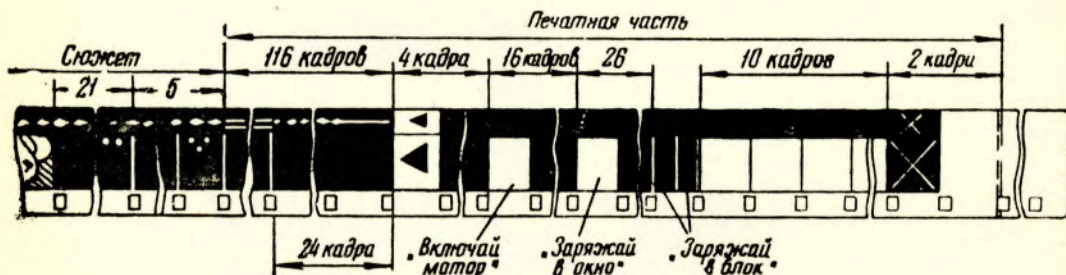

Рис. 1
2. Начальный ракорд должен соответствовать рис. 1 и удовлетворять требованиям настоящей нормали.